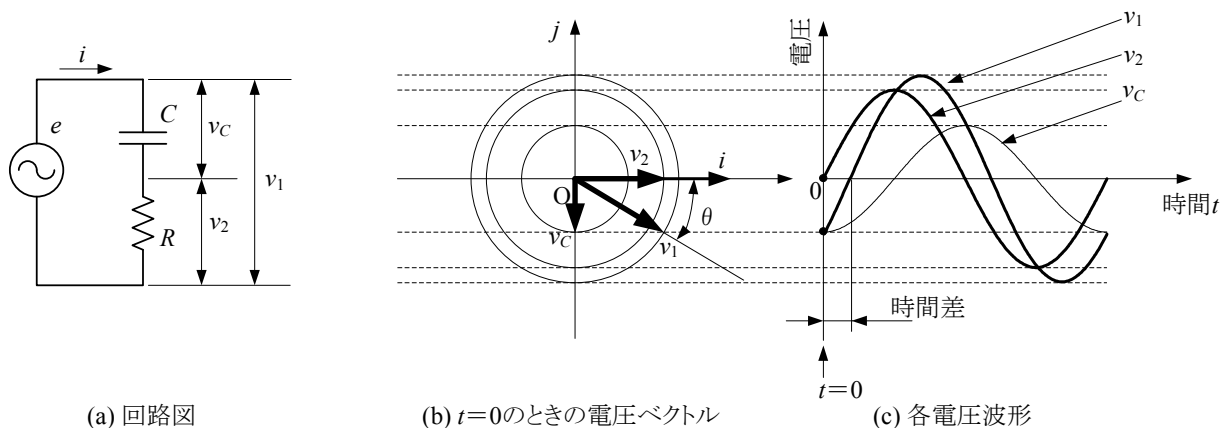

図15 RC直列回路の波形と電圧ベクトルの関係
(1) オシロスコープの誤差は縦軸、横軸ともに $\pm 4\%$ であるので、測定装置としての精度はよいとは言えないが、時間による変化を観測できる利点がある。全てのマルチメータの値を真値として誤差および誤差率を求めること。
(2) 3-3の交流電圧の測定ではマルチメータの値は実効値になる。誤差を求めるときは注意すること。
(3) 3-4の位相測定の実験では2つの測定方法で位相差を求めている。理論計算で求めた値を真値として誤差および誤差率を求め、それぞれの測定方法の比較を行うこと。理論計算は図15の電圧ベクトルからインピーダンスベクトルの図を作図して求めること。
(4) 3-4の表6にまとめた各電圧を測定する実験において、 v_1 と v_2 より v_C の理論式を求めなさい。求めた理論式より v_C を算出し、マルチメータの値と比較、検討すること。理論式は図15の電圧ベクトルを参考にして求めること。